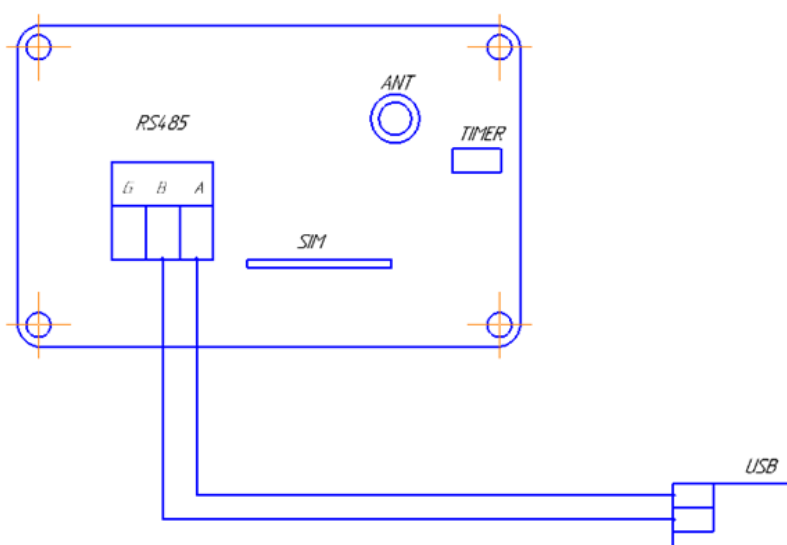

Рис.5 .Подключение модема к персональному компьютеру через адаптер USB/RS485
4.1.2.5. Ведущий модем подключить к персональному компьютеру через адаптер USB/RS485 (см. рис.5)